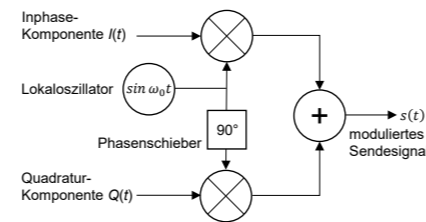

Abb. 1: Quadratur-Modulator
Dieses allgemein modulierte Signal kann durch einen Quadratur-Modulator (Abb. 1) und Gl. (2) durch eine Inphase- $I(t)$  und Quadratur-Komponente  $Q(t)$  erzeugt werden:
Die  $2^m$  möglichen Datensymbole werden durch entsprechende Ansteuerwerte der Quadratur-Komponenten  $I(t)$  und  $Q(t)$  dargestellt. Mit dem Ansatz in Abb. 1 können beliebige IQ-Konstellationsdiagramme erzeugt werden.